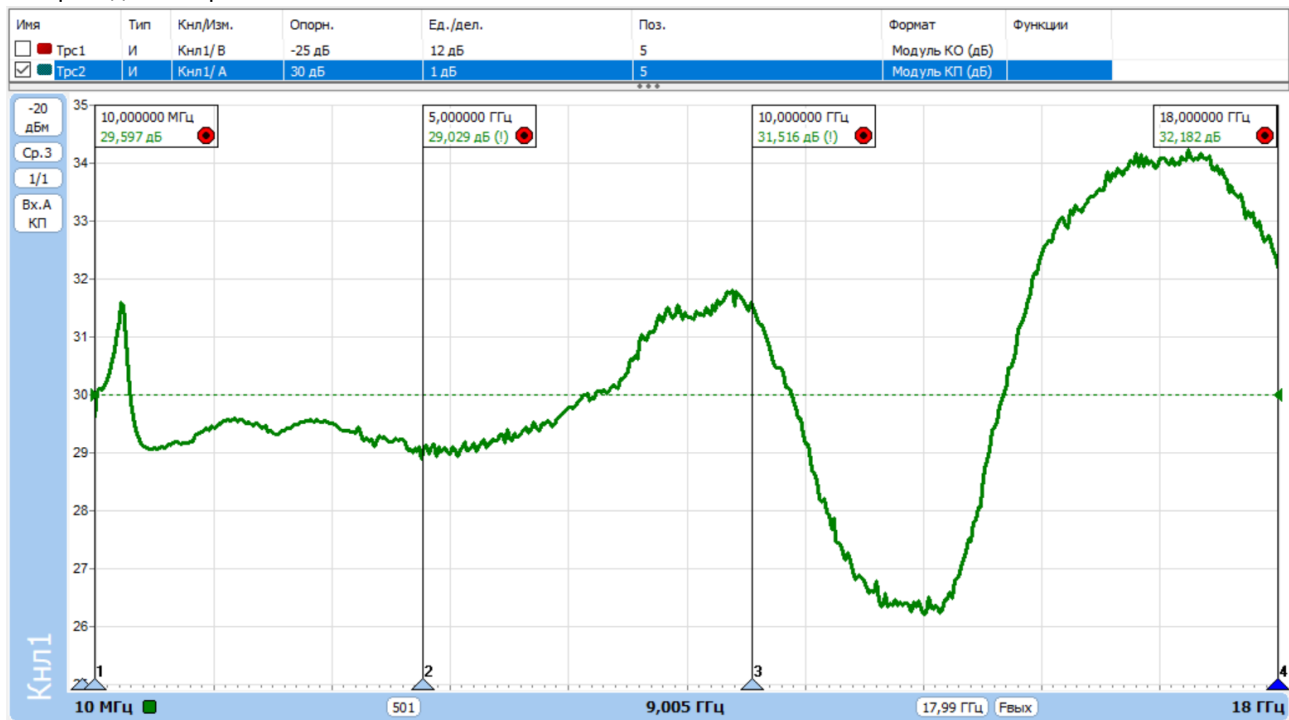

Рисунок 28. Результаты измерений модуля КП.
14. Результаты измерений модуля коэффициента передачи устройства, использованного в качестве примера, приведены на рис. 28.